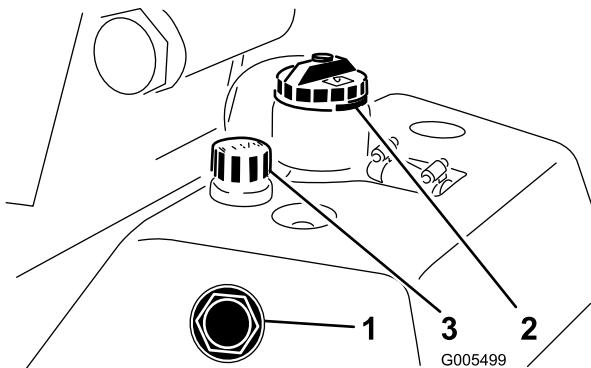

図 26
1. 平らな場所に駐車する。エンジンもオイルも冷えていることを確認する。補助オイルタンクについているゲージ窓(図26)で点検を行う。ゲージ横のFULLマークまであれば適正である。